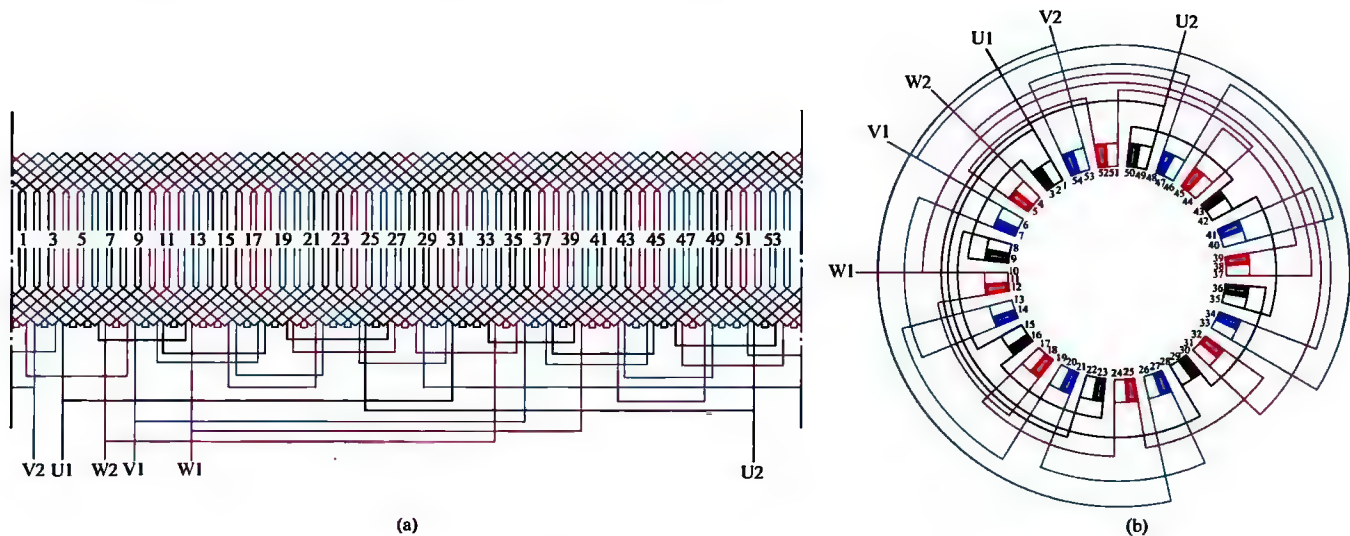

图 1-88 三相 8 极 54 槽双层叠绕组 2 路接法
88. 三相 8 极 54 槽双层叠绕组 2 路接法展开图与接线圆图 (见图 1-88)